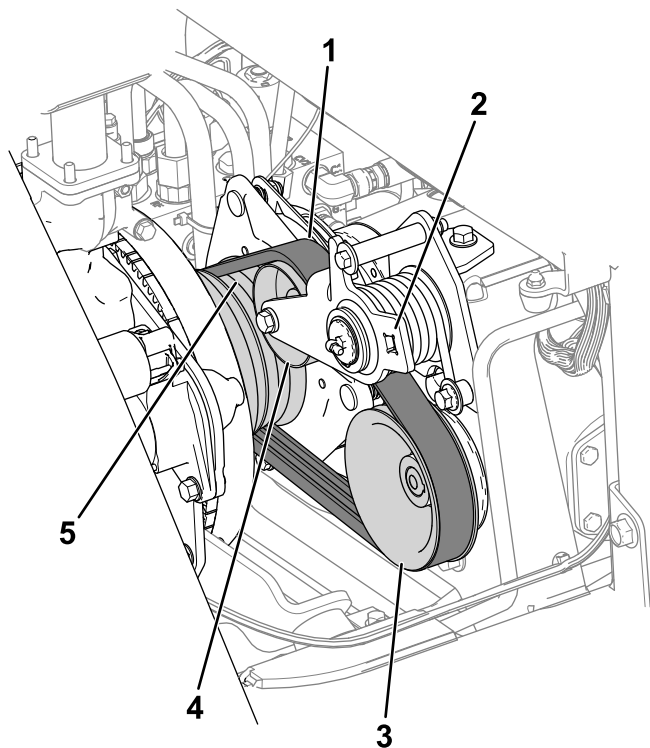

Figure 76
3. Acheminez la courroie sur la poulie du moteur, la poulie de tension et la poulie de la pompe (Figure 76).